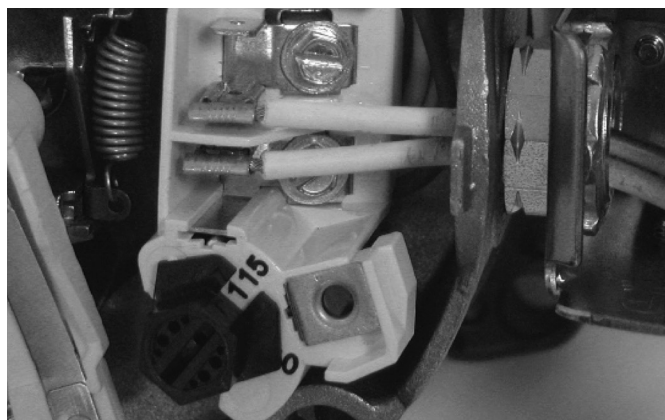

Figure 11 : Tension réglée à 115 volts, type de cadran
2. Tournez le cadran dans le sens inverse des aiguilles d'une montre jusqu'à ce que le chiffre 115 soit affiché dans la fenêtre du cadran, comme illustré à la figure 11.